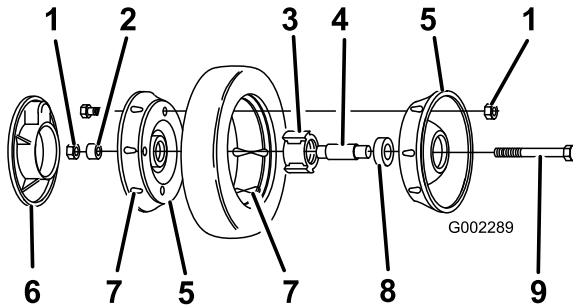

Figura 29
3. Retire el perno, el suplemento de la rueda y la contratuerca que monta la rueda al brazo de pivote (Figura 29).
4. Separe las mitades de la rueda del neumático retirando los 4 tornillos de caperuza y las 4 contratuercas (Figura 29).
Nota: Si retira los cojinetes del conjunto de cojinete/buje, retírelos apretando sobre el suplemento del cojinete (Figura 29).
1. Coloque el neumático en una mitad de rueda, alineando las orejetas en cada pieza (Figura 29).
2. Coloque el conjunto cojinete/buje en el hueco central de la mitad de la rueda. Asegúrese de que las patas del buje están posicionadas sobre la brida del hueco (Figura 29).
3. Coloque la otra mitad de la rueda sobre el conjunto cojinete/buje, alineando las orejetas de la rueda y del neumático y los taladros de montaje (Figura 29).
4. Usando 2 tornillos o pernos de rosca completa (1/4-20 x 1,50 pulg.) y tuercas no de freno, conecte sin apretar las dos mitades de la rueda. Monte los tornillos o pernos en taladros opuestos (Figura 29).
encaje sea uniforme, hasta que las mitades de la rueda estén juntas (Figura 29).
6. Instale los 2 pernos y 2 contratuercas que retiró anteriormente en los taladros restantes de las mitades de la rueda, y apriételos. Retire los dos tornillos o pernos largos y sustitúyalos por 2 pernos y 2 contratuercas (Figura 29).
7. Instale la rueda en el brazo de pivote con los pernos, un suplemento y una contratuerca. Asegúrese de que el suplemento está colocado entre el buje de la rueda y el brazo de pivote (Figura 29).